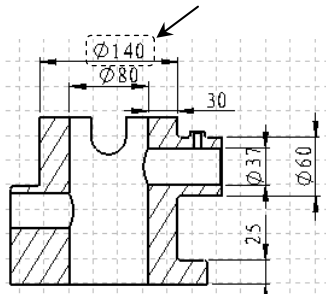

图 6.3.57 整理的尺寸
Step3. 移动放置尺寸。将尺寸移动到图 6.3.57 所示的位置，并捕捉到“网格线”，调整与尺寸“ $\phi 80$ ”的距离，结果如图 6.3.57 所示。